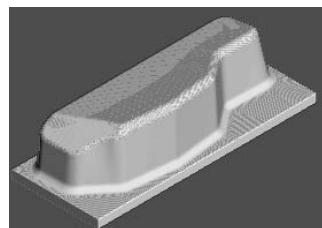

图 5-91 仿真加工结果 5
2) 在“仿真”工具栏的“当前刀具路径”下拉列表中选择要模拟的刀具路径 finish3，然后单击“执行”按钮▶，系统开始自动仿真加工，仿真加工结果如图 5-91 所示。